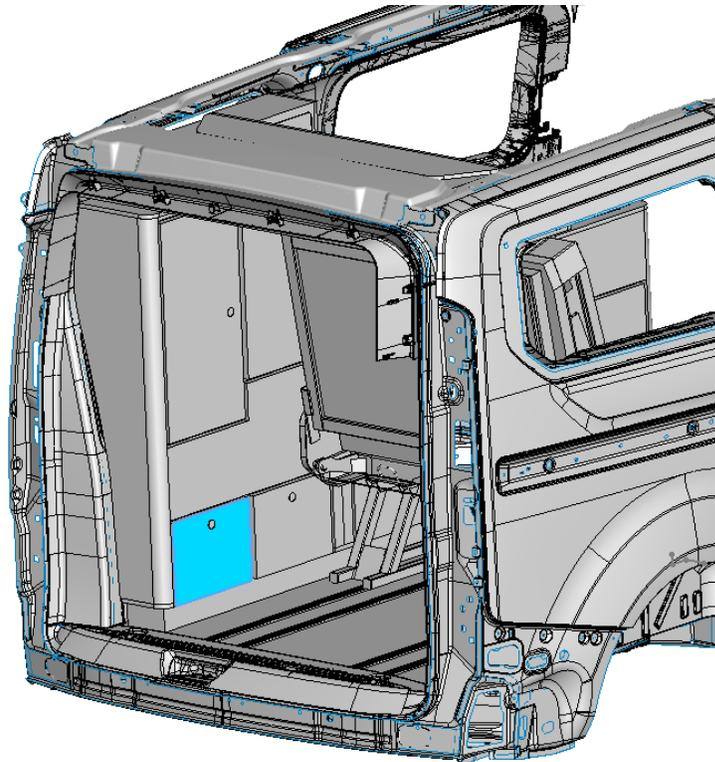

Abb. 11
- Die Sicherungen und Relais der Pacific-Version befinden sich im unteren hinteren Teil des Gehäuses unter der blau beleuchteten Abdeckung (**Abb. 11**).